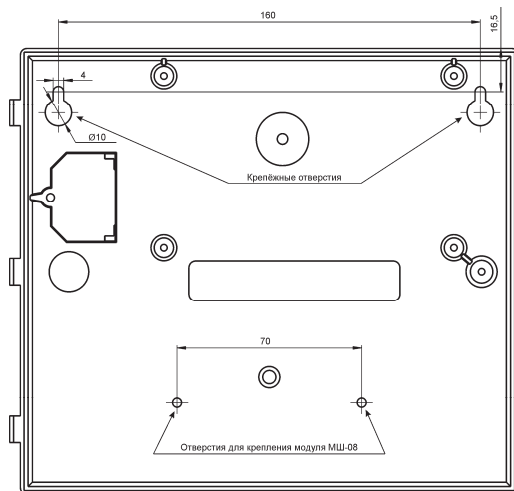
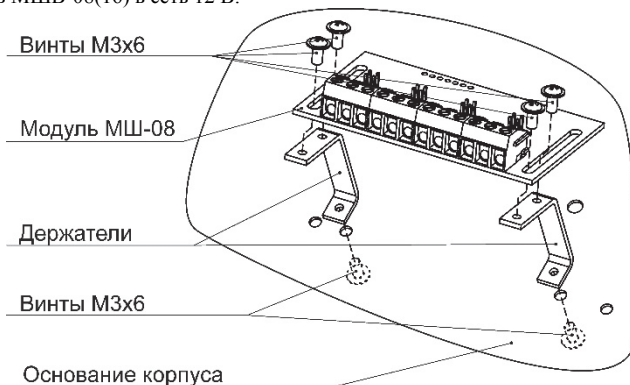

Рисунок 3 - Установочный чертёж корпуса (вид изнутри)
Рисунок 4 - Установка модуля МШ-08
Просверлить в стене два отверстия. В отверстия вкрутить шурупы и подвесить на них модуль. Установку модуля на стену производить, ориентируясь по чертежу корпуса - Рисунок 3.
- перед установкой отключите модуль МШВ-08(16) от сети 12 В;
- установите держатели модуля МШ-08 на основании корпуса модуля (Рисунок 3) и закрепите их винтами (держатели и винты из комплекта ЗИП модуля МШ-08) – см. Рисунок 4;
- закрепите модуль МШ-08 при помощи винтов к держателям – см. Рисунок 4;